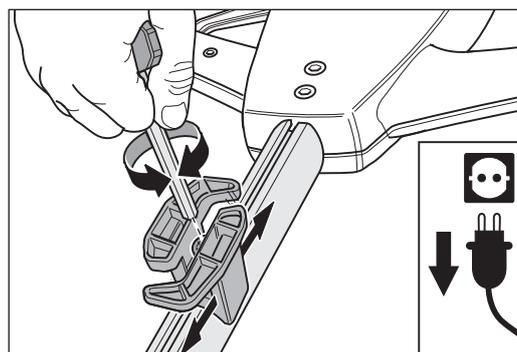

Abb. 20 Lösen der Schraube, verschieben des Kabelhalters mit Nutenstein und Schraube wieder anziehen.
- 1 Drehen Sie die Schraube in der Mitte des Kabelhalters mit einem Innensechskantschlüssel nur soweit heraus, bis sich der Kabelhalter mit dem Nutenstein verschieben lässt (Abb. 20).
- 2 Schieben Sie den Kabelhalter in die gewünschte Position und ziehen Sie die Schraube wieder an. Dabei verdreht sich der Nutenstein, so dass der Kabelhalter geklemmt wird (Abb. 20).